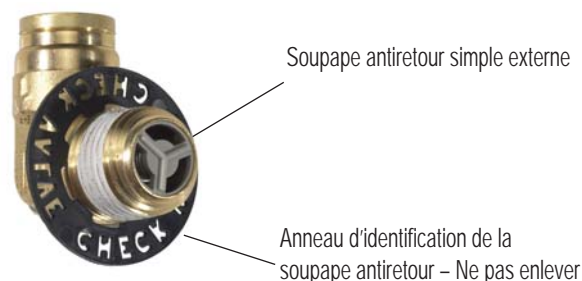

Figure 1 - DÉSIGNATION DES ORIFICES DU MODULATEUR DE FREIN À RESSORT BENDIX® SR-7™ ET CONTENU DE LA TROUSSE
2. Repérez la soupape antiretour simple externe Parker installée dans le port d'alimentation de la soupape SR-7™ tel qu'illustré à la Figure 1.
3. Remarque : Assurez-vous que la soupape antiretour est bien une soupape antiretour simple Parker. Reportez-vous à la Figure 1. Si la soupape antiretour externe n'est pas une soupape antiretour simple Parker, le remplacement de la soupape antiretour n'est pas nécessaire et n'est pas couvert dans le cadre de cette campagne. Cependant, le reste de cette trousse avec la soupape antiretour interne doit être installé.